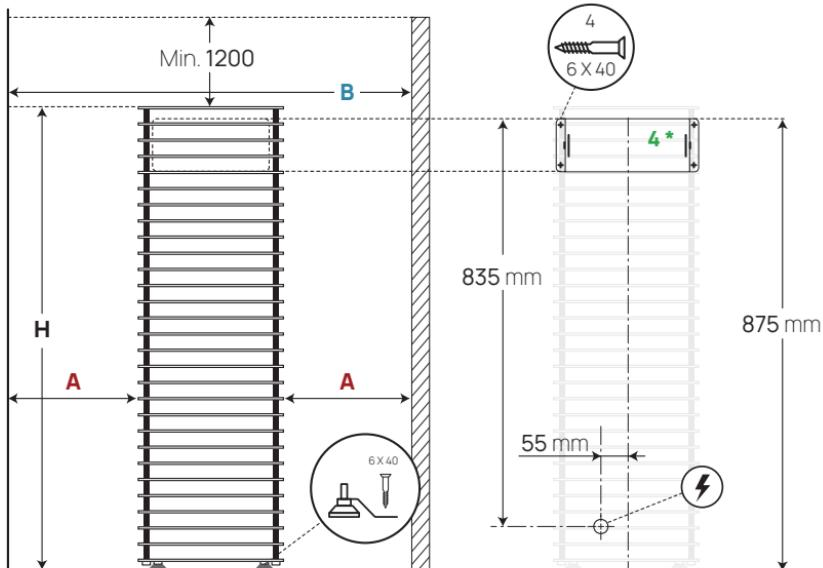

Рисунок 1. Размещение каменки
- Модели HUUM CLIFF 6, 9 и 11** крепятся к полу с помощью включенных в комплект кронштейнов. Установите кронштейн на ножку каменки, как показано **на рис. 1**, и закрепите его винтом (рекомендуется мин. 6 x 40 мм), соответствующим конструкции вашего пола.
- Прикрепите модель **HUUM CLIFF Mini 4** к стене парной с помощью панели для крепления к стене, входящей в комплект поставки. См. **Рисунок 1**.